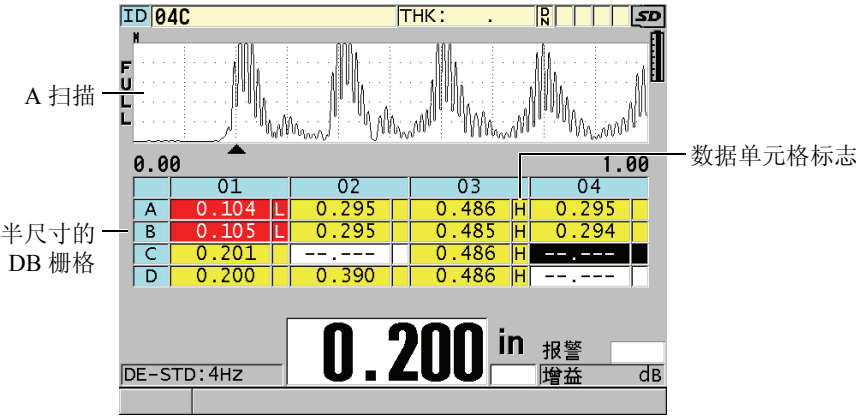

图 10-8 半尺寸 DB 栅格示例
数据库栅格（DB 栅格）是一张由二维数据组成的表格。该表格可使用户在栅格任意方向上自由移动，而不再按照预置的 ID 编码顺序移动。用户可更便利地使用箭头键移动到任一位置，而不是自动递增到下一个 ID 位置。可同时查看 A 扫描、DB 栅格和厚度读数（参见第 126 页的图 10-8）。用户可配置单元格，用数据单元格标志和不同的背景色表示读数所处的范围。
8. 将**数据单元格标志**设为可用选项中的其中一个，显示单个数据标志。数据单元格标志会出现在带厚度值的数据单元格右侧的小框中（参见第 126 页的图 10-8）。可用的选项有：